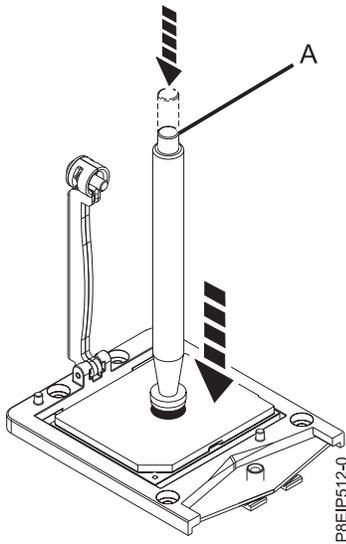

Abbildung 36. Ausbauwerkzeug auf das Systemprozessormodul herabsenken
7. Senken Sie den Vakuumstift auf das zu installierende Systemprozessormodul ab. Drücken Sie das obere Ende des Stiftes ganz herunter (**A**) und halten Sie den Stift im Zentrum des Systemprozessormoduls (siehe Abb. 36). Lassen Sie das obere Ende des Stiftes los, um den Stift am Systemprozessormodul zu befestigen.